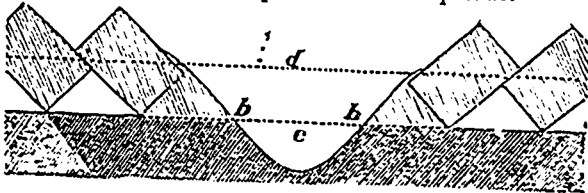

Fig. 6. Raie bien tirée et labour bien fait.
19. La figure 6 représente une raie bien tirée, entre deux planches. Les deux derniers sillons seulement de chaque planche sont indiqués. La ligne *d* montre la hauteur du sol avant qu'il soit labouré; la ligne *b b* donne le niveau du fond du labour et la cavité *c* est faite dans le sous-sol, avec la charrue ordinaire, ou, encore mieux, avec la charrue à double-versoirs, de manière à bien égoutter le fond du labour.